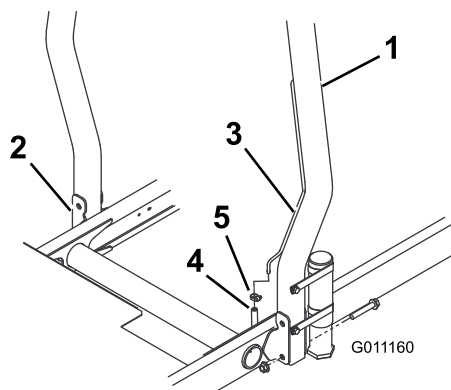

図 12
1. ROPS を機体の固定穴に差し込み、取り付け穴を整列させる。ROPSについている換気管が機体の左側にくるように配置すること (図 12)。
2. ROPS のそれぞれの側をフランジヘッド・キャップスクリューとロックナット (各 2) で固定する (図 12)。81 N.m (8.3 kg.m = 60 ft-lb) にトルク締めする。